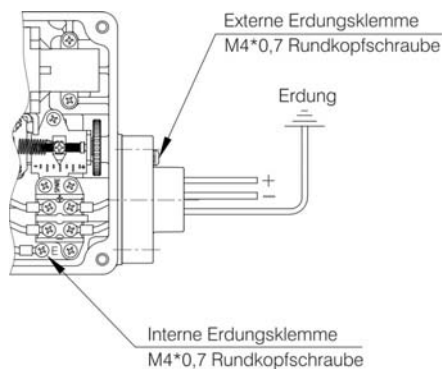

Figure 11
- Fermez le couvercle. Voir figure 11
Pour les connexions de mise à terre, consulter la figure 11
6. Une fois l'installation terminée, serrez la vis. Figure 11